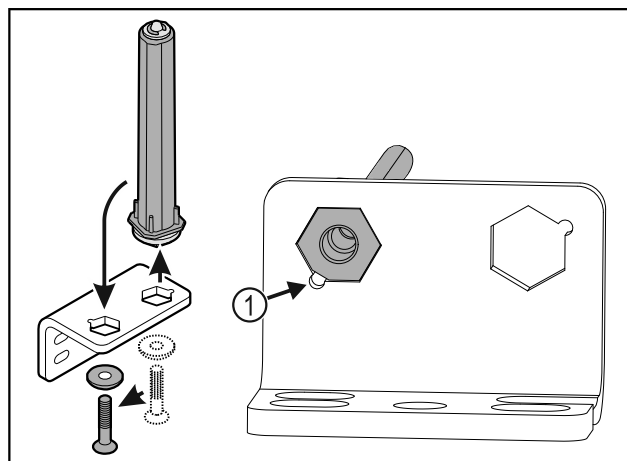

Fig. 33
- Pass på at den skrå kanten på bolten Fig. 33 (1) peker mot det runde hullet under innsetningen.